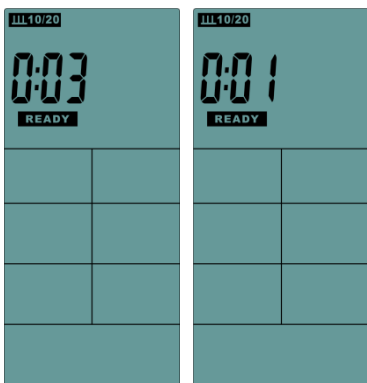
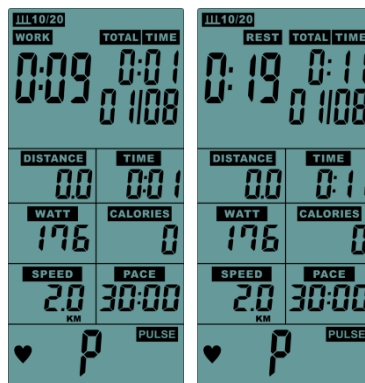
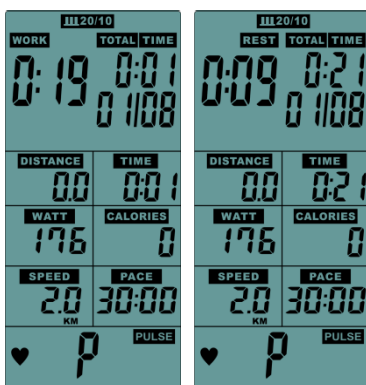

FIG 7
FIG 8
FIG 10
- Het "READY" pictogram telt af van 3s tot 0s met een korte pieptoon (FIG 7)(LCD-display "01 / XX" "01" knippert). Het "WORK" pictogram knippert één keer per seconde met zoemgeluiden (schijnt 0,75s / uit 0,25s), "TIJD" pictogram telt af van 10s tot 0s, AFSTAND, CALORIEËN, WATT, SNELHEID, RPM-optelling volgens de instelling (FIG 8).
- Druk op de knop "INTERVAL20/10", om naar deze modus te gaan, **III 20/10** is te zien in het display met een zoemer 0,5 sec. (FIG10).
- Het "READY" pictogram telt af van 3s tot 0s, ondertussen met een korte pieptoon (FIG 7), (LCD-display "01 / XX" "01" knippert). Het "WORK" pictogram knippert één keer per seconde met zoemgeluiden (schijnt 0,75s / uit 0,25s), "TIJD" pictogram telt af van 10s tot 0s, AFSTAND, CALORIEËN, WATT, SNELHEID, RPM-optelling volgens de instellingen (FIG 10).